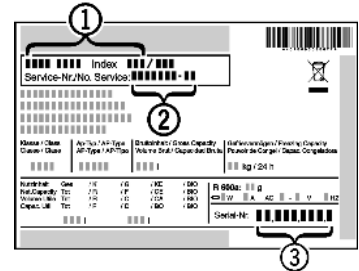

Fig. 11
- ▶ A készülék megnevezését *Fig. 11 (1)*, a szerviz- *Fig. 11 (2)* és sorozatszámot *Fig. 11 (3)* a típusábráról olvassa le. A típusábra a készülék belsejében baloldalon található.
- ▶ Értse a vevőszolgálatot a hibáról, és adja meg nekik a készülék megnevezését *Fig. 11 (1)*, a szerviz- *Fig. 11 (2)* és a sorozatszámot *Fig. 11 (3)*.